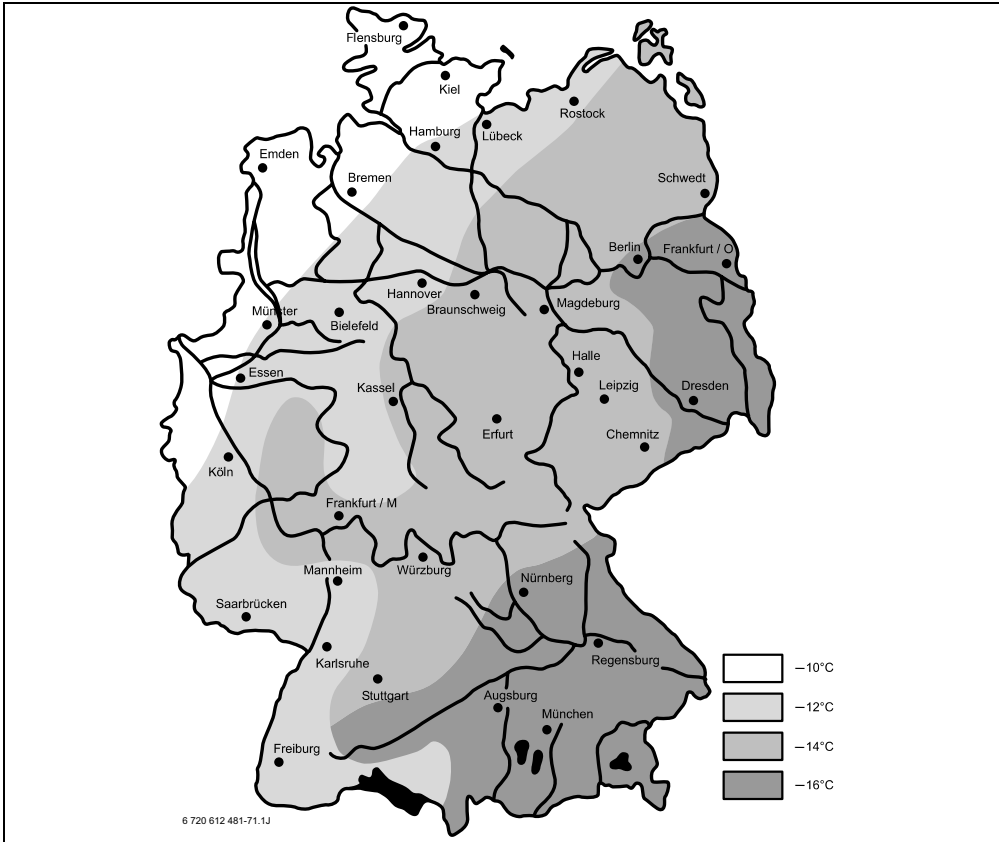

Bild 19 Minimale Außentemperatur für Deutschland
- ▶ Minimale Außentemperatur für den Auslegungsfall der gesamten Heizungsanlage einstellen (Richtwerte Bild 19 und Tabelle 3). Eine niedrige Außentemperatur ergibt eine flache Heizkurve.